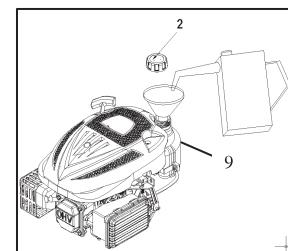

Fig. 5
- Verwijder de dop van de brandstoffank (2).
- Voeg brandstof toe tot beneden de onderste peilstreep in de nek van de brandstoffank (9). (Zie Fig. 5)
- Capaciteit (9) brandstoffank: 1,2L (0,317US gal, 0,264UK gal)